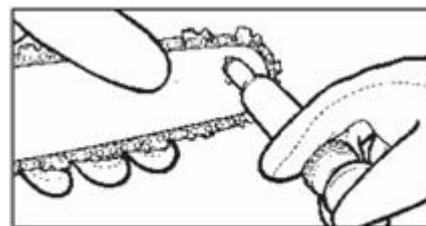

Fig. 6
- ✓ Utilizzando una pistola ingrassatrice, inserire la punta del beccuccio nel foro di lubrificazione e introdurre il grasso finché non appare sull'estremità esterna della punta della ruota dentata (Fig. 6).